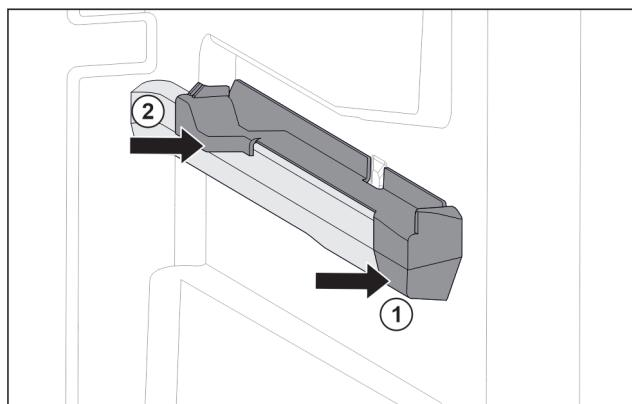

Fig. 114 右侧容器肋梁上的插装件
- ▶ 将插装件前部放到容器肋梁上。Fig. 114 (1)
- ▶ 压紧插装件后部。Fig. 114 (2)